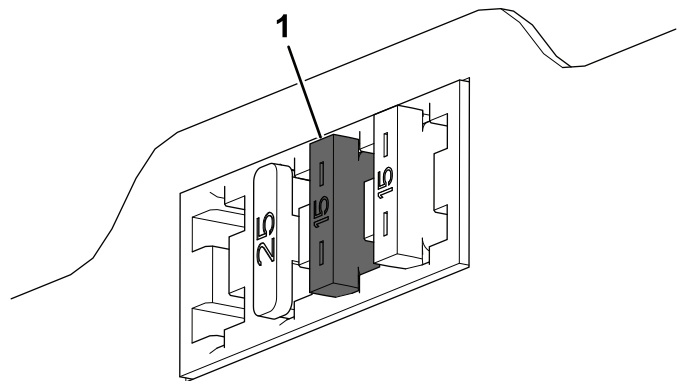

Figur 11
9. Ta bort och kassera pluggen som sitter längst fram till vänster på omkopplarpanelen (Figur 11).
10. Sätt i elkontakten i omkopplaren och montera omkopplaren på omkopplarpanelen (Figur 11).